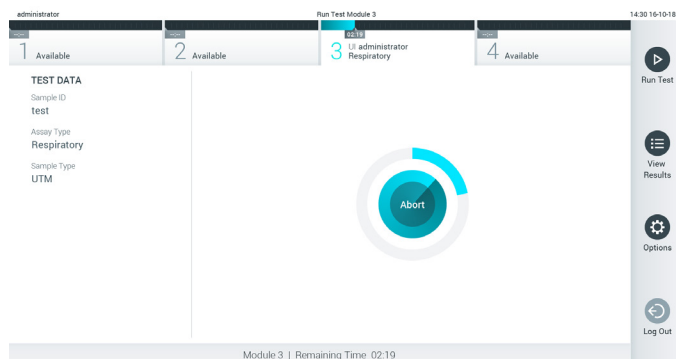

Figure 28. Exécution du test et temps d'analyse restant.
9. Pendant le test, le temps d'analyse restant s'affiche sur l'écran tactile (figure 28).